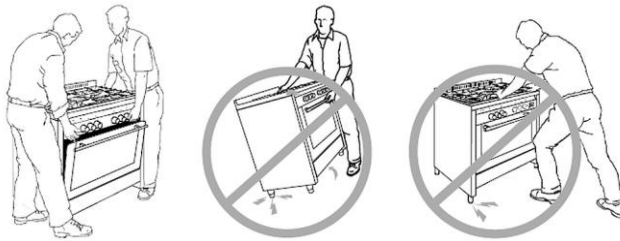

Abb. 3
2. Heben Sie das Gerat nicht am Griff der Backofentur an, sondern offnen Sie die Backofentur und packen Sie das Gerat am oberen Teil der Backkammer an (Abb. 3).